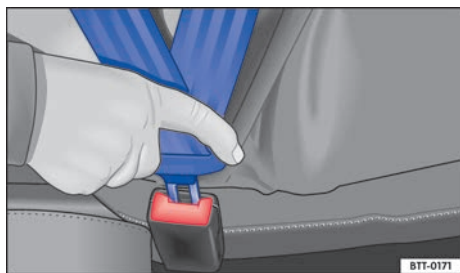

Fig. 55 Introducir la lengüeta del cinturón de seguridad en el cierre del cinturón.
- Introducir la lengüeta del cinturón de seguridad firmemente en el cierre del cinturón correspondiente al asiento \Rightarrow fig. 55.